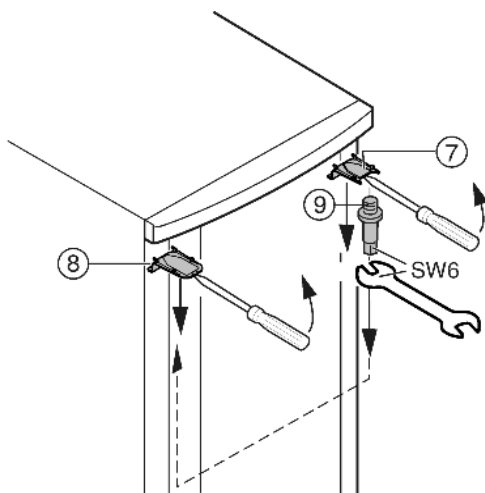

Fig. 7
- ▶ Верхнюю крышку Fig. 7 (7) и крышку Fig. 7 (8) с помощью отвертки выведите вперед из фиксатора и снимите, наклоня вниз.
- ▶ Выкрутите опорный палец Fig. 7 (9) и вкрутите на противоположной стороне (с моментом 4 Нм).
- ▶ Снова установите крышку Fig. 7 (7) на стороне опорного пальца: насадите сзади, защелкните спереди.
- ▶ Установите крышку Fig. 7 (8) на противоположной стороне: насадите сзади, защелкните спереди.
- ▶ Подвесьте верхнюю часть двери на опорный палец Fig. 7 (9).